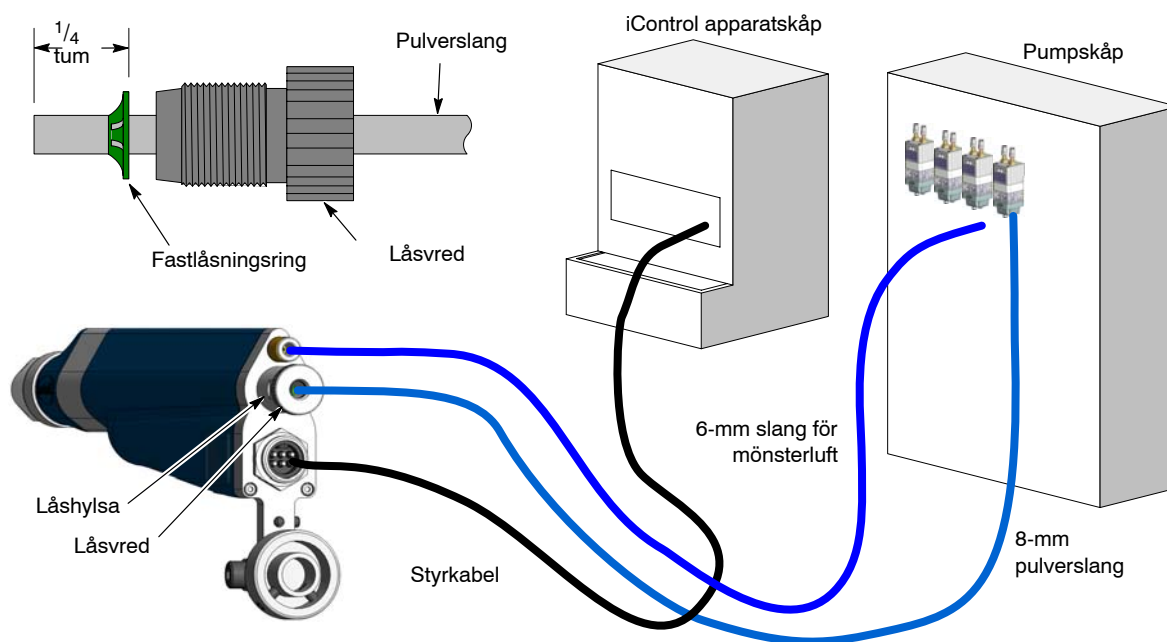

Bild 7 Slang och kabelanslutningar
1. Se bild 7. Anslut styrkabeln till pistolen och till den motsvarande kontakten på iControl apparatskåpet. Drag åt kablarnas överfallsmuttrar ordentligt.